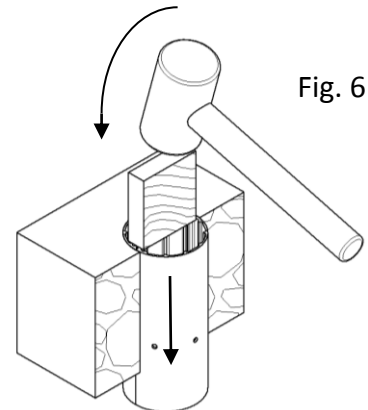

Fig. 6
3. Continue driving all the segments downward until released from the concrete. Use a block of wood standing on end of appropriate size; see Fig. 6.
4. Brackets (B) will remain inside the resulting hole.
3. Poursuivre le montage des éléments vers le bas jusqu'à ce qu'ils soient dégagés du béton. Utiliser un bloc de bois de dimensions appropriées reposant sur l'extrémité; consulter la figure 6.
4. Les supports (B) demeureront à l'intérieur du trou.
3. Seguir impulsando todos los segmentos hacia abajo hasta que se liberen del hormigón. Usar un bloque de madera parado en el extremo del tamaño apropiado; ver Fig. 6.
4. Los soportes (B) quedarán dentro del agujero resultante.